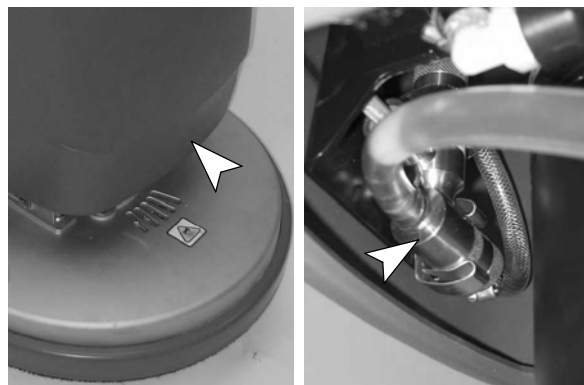

FIG. 69
2. Abaissez la tête de brossage et retirez l'injecteur de détergent des deux pincés à ressort (Figure 69).